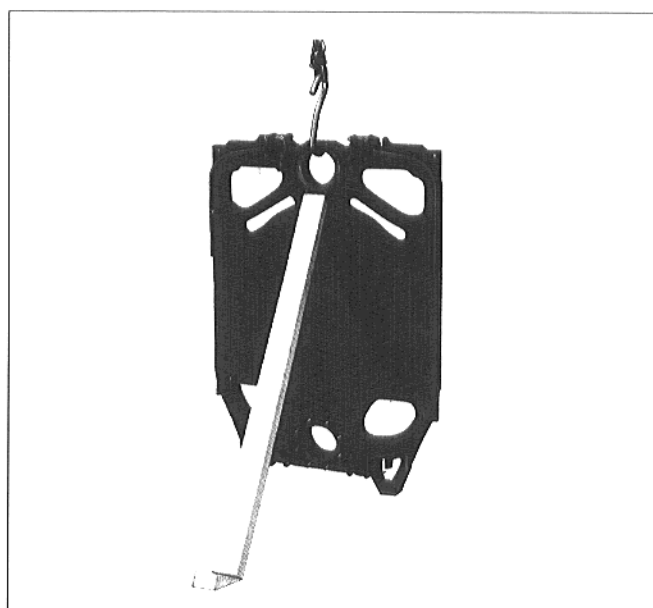

Рис. 9
- Установить задний концевой элемент и застраховать его от опрокидывания. (рис. 9).